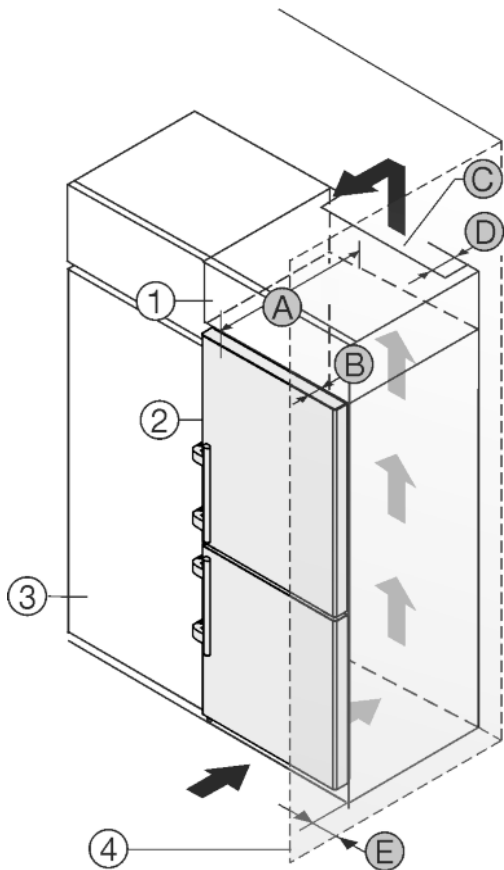

Fig. 42
Das Gerät kann mit Küchenschränken umbaut werden. Um das Gerät Fig. 42 (2) der Küchenzeilenhöhe anzugleichen, kann über dem Gerät ein Aufsatzschrank Fig. 42 (1) angebracht werden.
Das Gerät kann direkt neben dem Küchenschrank Fig. 42 (3) aufgestellt werden. Um die Türe vollständig öffnen zu können, muss das Gerät um die Tiefe Fig. 42 (B) gegenüber der Küchenschrankfront vorstehen. Abhängig von der Tiefe der Küchenschränke und Verwendung von Wandabstandshaltern kann das Gerät weiter herausragen.
- An der Rückseite des Aufsatzschrankes muss ein Abluftschacht mit der Tiefe Fig. 42 (D) über die gesamte Aufsatzschrankbreite vorhanden sein.
- Unter der Raumdecke muss der Entlüftungsquerschnitt Fig. 42 (C) eingehalten werden.
Wenn das Gerät mit den Scharnieren neben einer Wand Fig. 42 (4) aufgestellt wird, muss der Abstand Fig. 42 (E) zwischen Gerät und Wand eingehalten werden. Dies entspricht dem Griffüberstand bei geöffneter Tür.